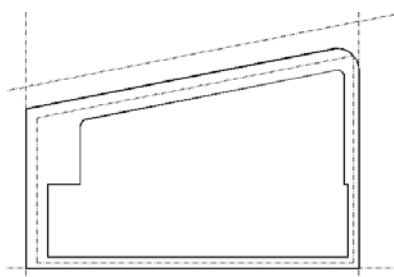

图 15.111 辅助线修剪结果
(8) 执行修剪命令，将辅助线进行修剪，如图 15.111 所示。